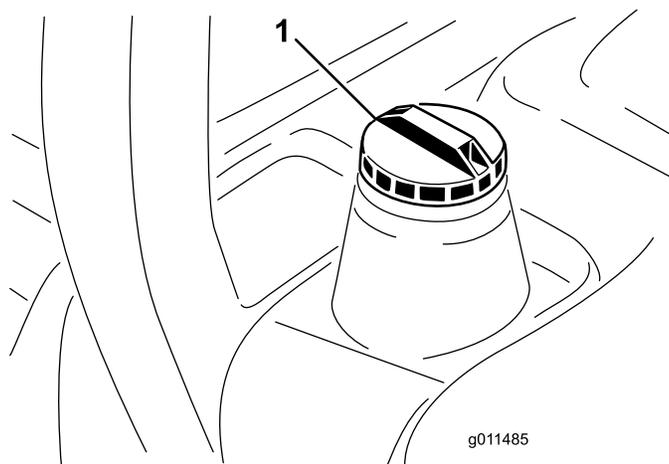

Figura 20
3. Togliete il tappo dal serbatoio carburante (Figura 20).